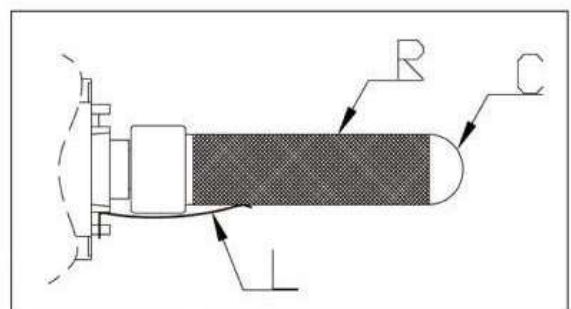

fig. 11
- Svitare delicatamente il condensatore al quarzo (C Fig. 11).
- Sfilare la rete (R Fig. 11) esterna al tubo: se l'operazione risulta difficoltosa, ruotare leggermente la rete attorno al condensatore al quarzo.
- Controllare che la linguetta (L Fig. 11) sia a contatto con la rete metallica e la prema contro il vetro al quarzo del condensatore (C Fig.11).
- Control that the small flap (L Fig. 11) touches the metallic net and presses on the quartz glass of the capacitor (C Fig. 11).
- Gently unscrew the capacitor (C Fig. 11).
- Remove the external net (R Fig. 11) of the tube: if the operation results to be difficult, rotate slightly the net around the quartz capacitor.